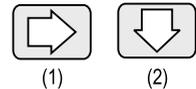

Рис. 2
7.1.3. Переключение между циклами осуществляется с помощью кратковременного (менее 2-х секунд) одновременного нажатия кнопок на крышке процессора (рис. 2).
7.1.5. Также на дисплее может отображаться до 13 параметров, таких как, например, значения счетчиков максимальной энергии. В этом случае для перехода между показаниями используется кнопка (1) (рис. 2 и 4). По достижении последнего показания происходит переход к перво-